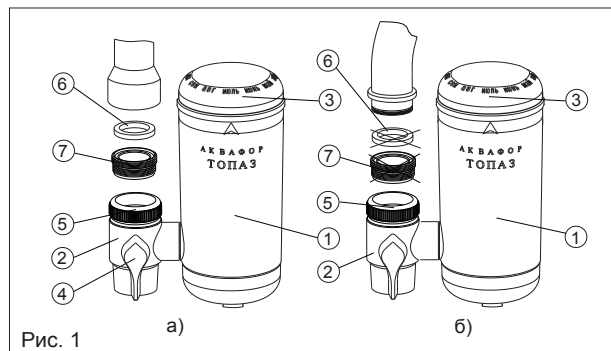

Рис. 1
- для удобства монтажа поверните модуль (1) относительно переключающего клапана (2) на один оборот против часовой стрелки и аккуратно выньте модуль (1);
- выверните пластмассовый резьбовой переходник (7) из узла подключения (5) переключающего клапана (2);
- если кран имеет внутреннюю резьбу, то вверните в него пластмассовый резьбовой переходник (7) с уплотнительной шайбой (6), затем на пластмассовый резьбовой переходник (7) наверните узел подключения (5) переключающего клапана (2) (рис. 1а);
**ВНИМАНИЕ!** Возможно, при использовании резьбового переходника (7) будет необходимо поменять местами уплотнительную шайбу (5), находящуюся в узле подключения, и уплотнительную шайбу (6).
– если кран имеет наружную резьбу, то наверните на кран узел подключения (5) переключающего клапана (2) (рис. 1б);
– расположите модуль (1) вертикально и аккуратно вставьте его до упора в переключающий клапан (2), после чего поверните модуль (1) на один оборот по часовой стрелке.